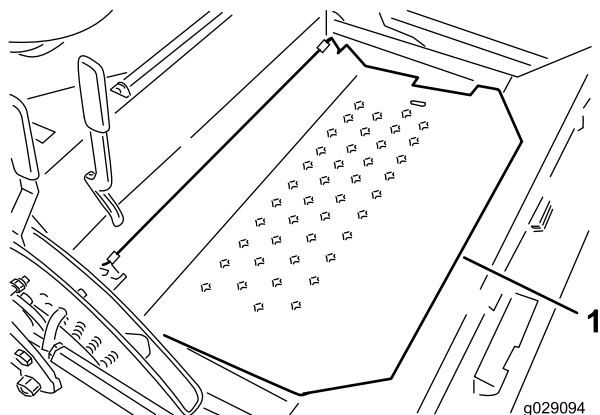

Figura 86
42. Ruotate per aprire il pianale (Figura 86).